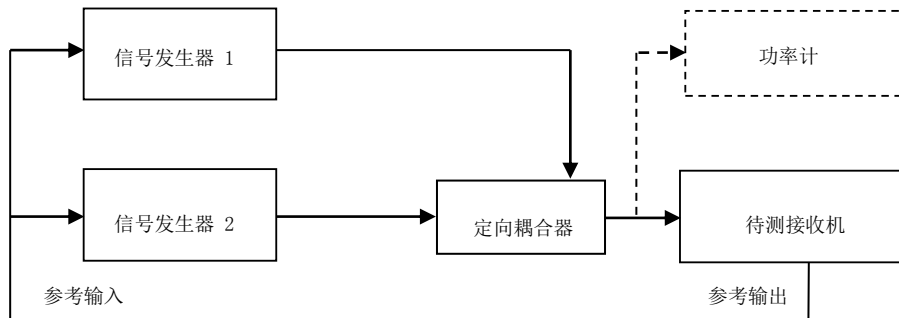

图 7-8 三阶截获点的测试
- 1) 按图 7-8 连接测试设备，定向耦合器作为信号合成器使用。信号发生器 1 的输出接入定向耦合器的耦合端口，信号发生器 2 的输出接入定向耦合器的输出端口。定向耦合器的输入端口接到功率计的输入端口。待测接收机与信号发生器 1、信号发生器 2 共用参考频率。进行三阶截获点测试时应剔除寄生信号。